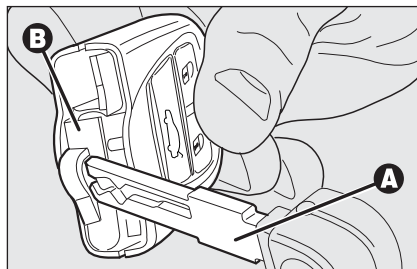

fig. 10
- défiler le petit tiroir **B-fig. 10** (rouge) inséré à pression en faisant lever avec la tige métallique **A** de la clé électronique dans le point indiqué sur la figure;